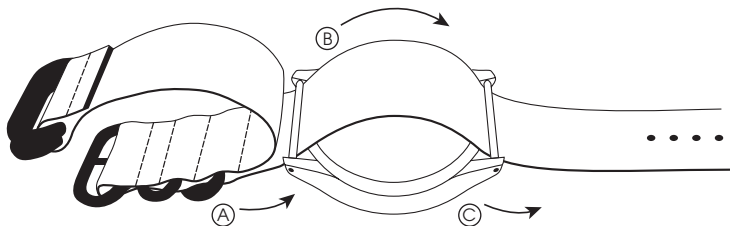

Abb. 1
2. Klappen Sie die kürzere Seite des Textilarmbandes mit den beiden Metallösen nach links. Führen Sie anschließend die längere Seite des Textilarmbandes durch die Federstege links und rechts, so wie in Abbildung 1 dargestellt (Schritt A bis C).